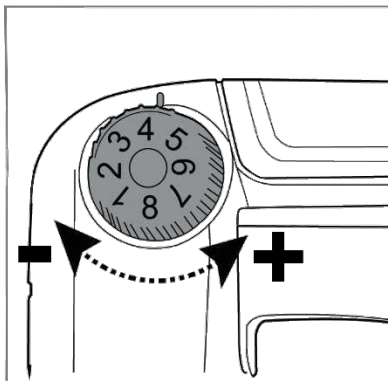

Рисунок 6
4.2.4 Регулятором дозування відкоригуйте витрату матеріалу, що розкидається (дивіться рисунок 6). Спочатку рекомендується встановлювати найнижчу швидкість (значення «1») і збільшувати до необхідного значення.